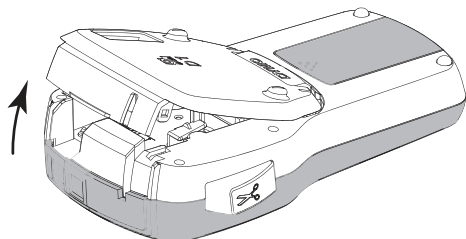

Figura 4
- 1 Levante la cubierta del cartucho de etiquetas para abrir el compartimiento de etiquetas. Consulte la Figura 4.